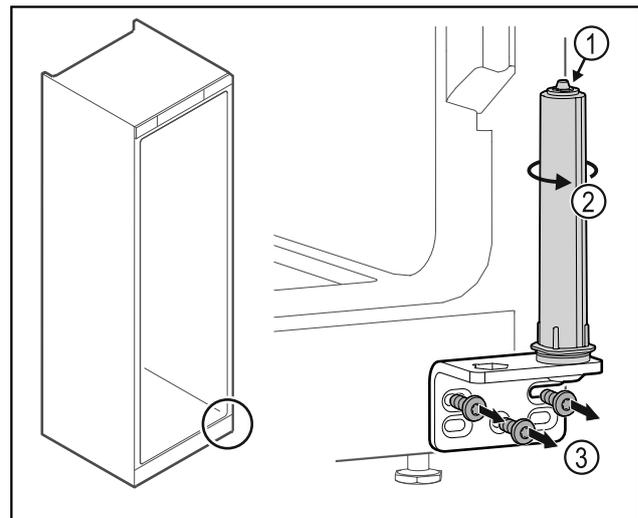

Fig. 46
- ▶ Türschließsystem Fig. 46 (1) nicht zerlegen.
- ▶ Schließsystem Fig. 46 (2) drehen, bis es klickt.
- ▶ Scharnierwinkel Fig. 46 (3) abschrauben.